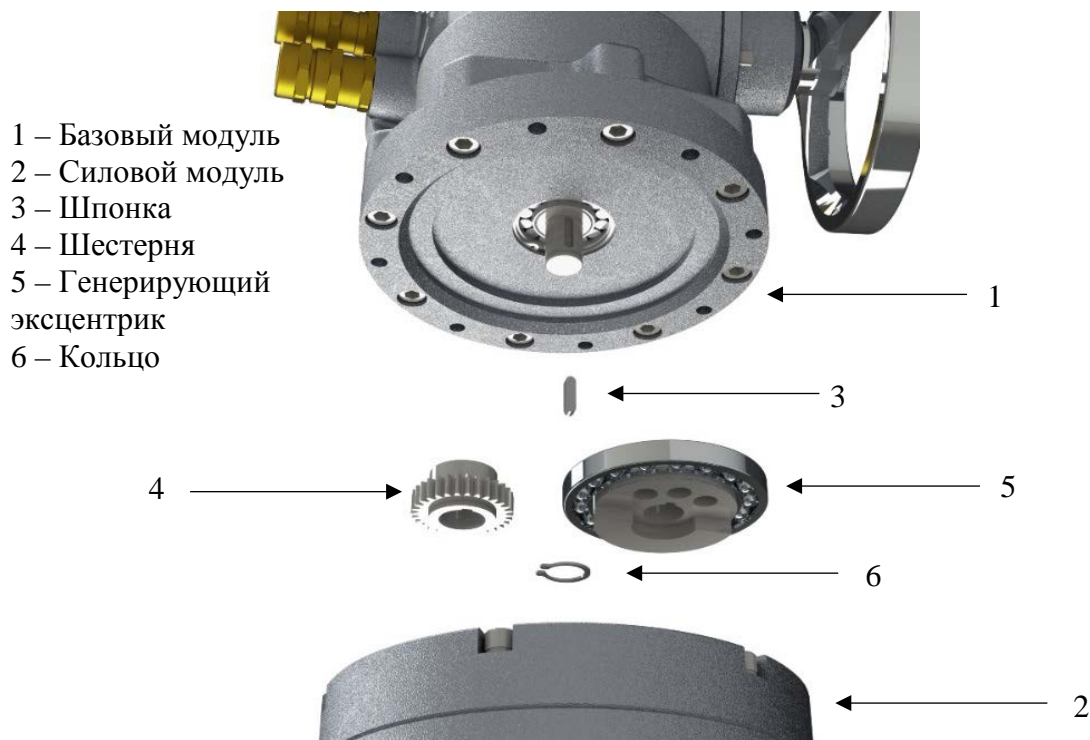

Рисунок 36 – Порядок замены силового модуля
- с помощью генерирующего эксцентрика (поз.5) Рис.36.